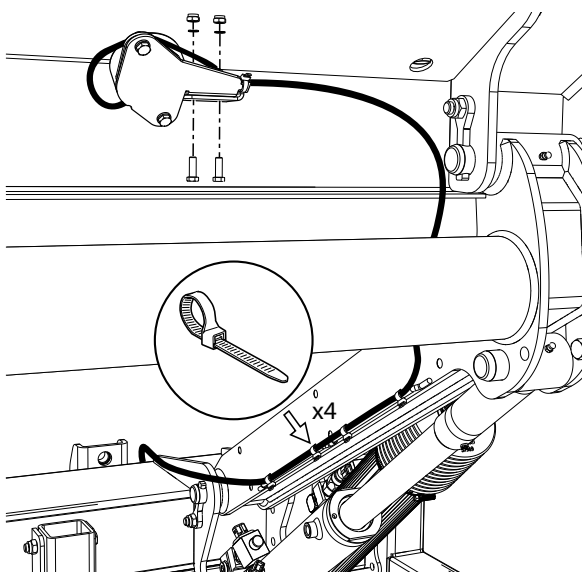
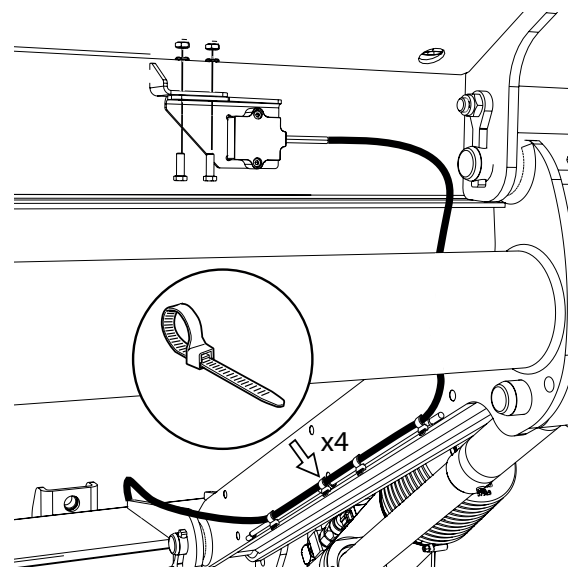

Abbildung 63. Montage des Winkelgebers
Abbildung 64. Montage des Neigungsanzeigers
2. Den Winkelgeber/Neigungsanzeiger an der Bordwand montieren, dafür die mitgelieferten Schrauben, Muttern und Unterlegscheiben verwenden und das Kabel mit Kabelbindern befestigen, siehe Abbildung 63 und Abbildung 64.